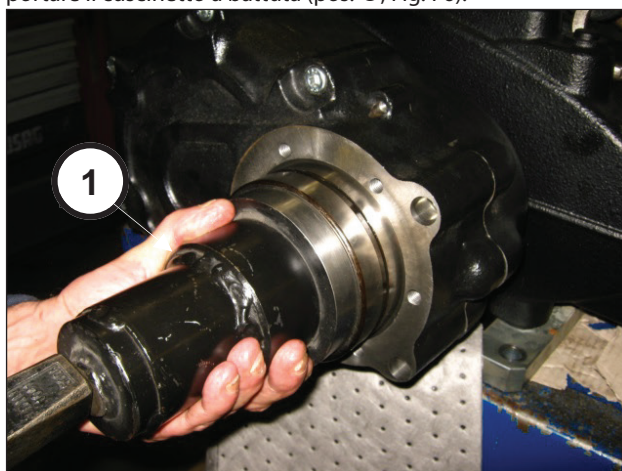
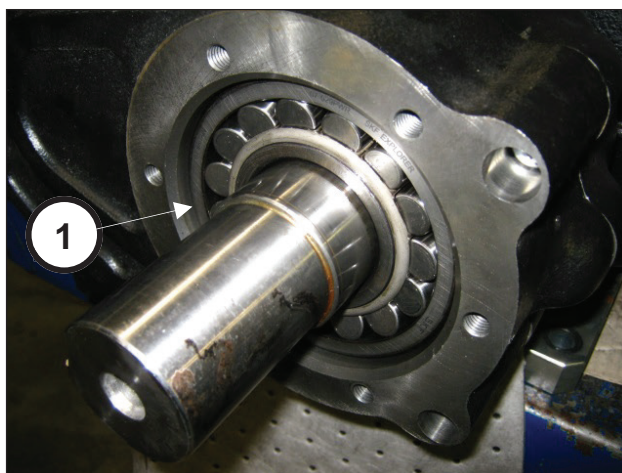

Fig. 75
Fig. 76
Mediante l'utilizzo dell'attrezzo cod.27887000 (pos. ①, Fig. 75) portare il cuscinetto a battuta (pos. ①, Fig. 76).